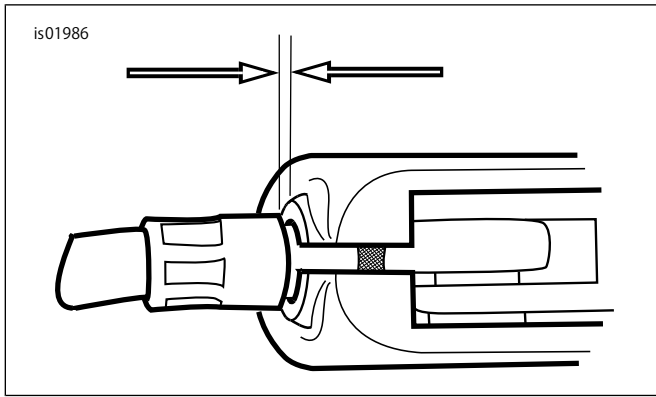

図2。1.6-3.2mm(1/16-1/8 in.) クラッチケーブルの遊び
- e. 「図2」を参照してください。ハンドレバーの余裕がなくなるまでケーブルアジャスターをジャムナットから遠ざけます。クラッチケーブルのケーブルエンドをクラッチレバーブラケットから引き離し、遊びを点検します。ケーブルアジャスターを回し、1.6-3.2 mm (1/16-1/8 in.) の遊びをケーブルエンドとクラッチレバーブラケットの間に作ります。